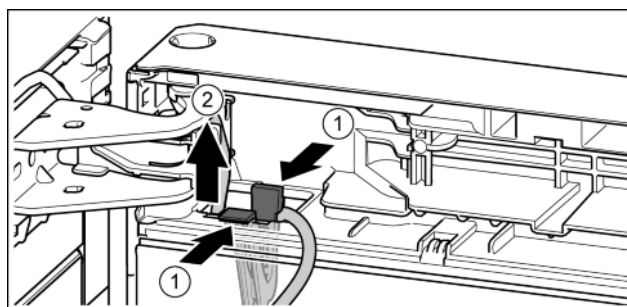

Fig. 25
- ▶ Apăsați eclisa. Fig. 25 (1)
- ▶ Extrageți suportul de cabluri cu cablul fixat pe acesta. Fig. 25 (2)